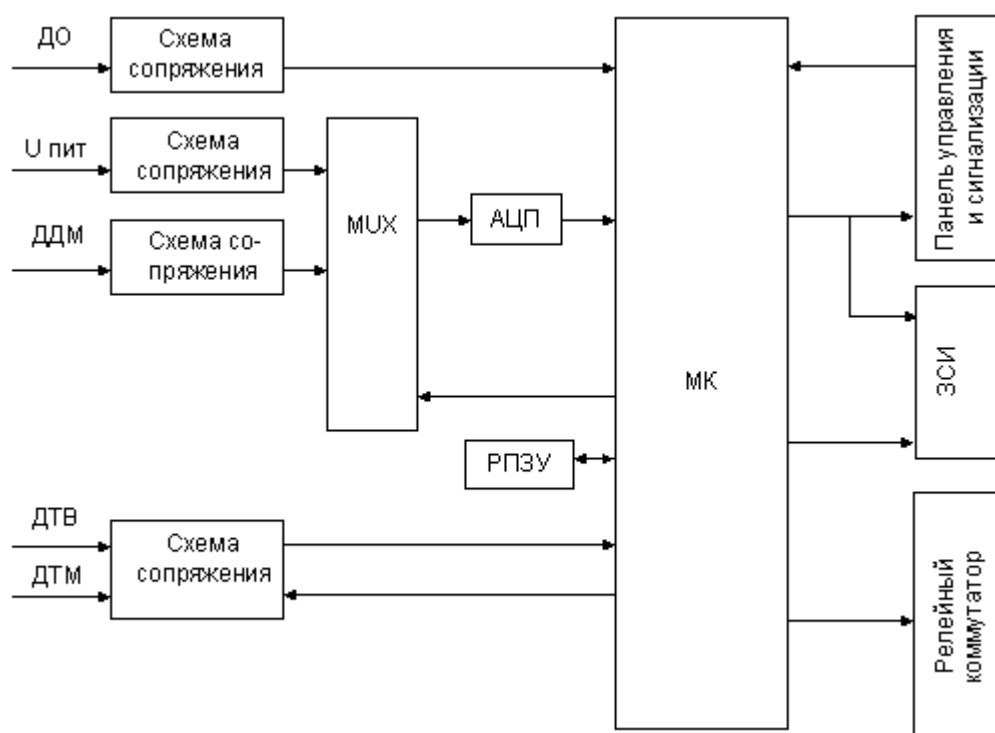

Рисунок 2 - Структурная схема ПУ
5.2.1 ПУ является основной составной частью УСУ-Д-1М-04, определяющей функционирование УСУ-Д-1М-04. Структурная схема ПУ изображена на рис. 2.
- индикацию измеренной частоты на знакосинтезирующем индикаторе ЗСИ (см. рис. 2);
Значение показаний моточасов хранятся в энергонезависимой памяти ПУ-РПЗУ (см. рис. 2) и сохраняются при выключении питания ПУ.
- подключение измеряемого сигнала к АЦП (см. рис. 2) с помощью мультиплексора;
- преобразование величины напряжения в 8-ми разрядный код с помощью АЦП (см. рис. 2);